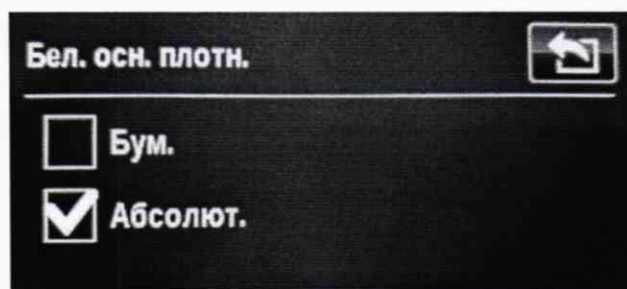

Рисунок 10 – Выбор типа подложки при измерении интегральной оптической плотности
8.3.1.4 Выбрать абсолютные значения белой подложки при измерении интегральной оптической плотности в меню «Бел. осн. плотн.», отметив пункт «Абсолют.» (рисунок 10).